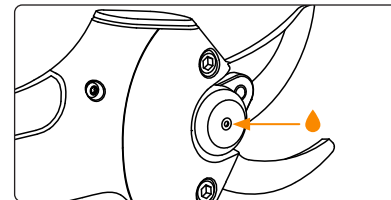

Figura 5. Amplasarea orificiului de lubrifiere.
- Lamele trebuie lubrificate în mod regulat prin introducerea de vaselină universală în orificiul de lubrifiere (crestătura mică pe ax, așa cum se vede în figura 5).